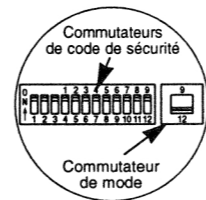

Fig. 2
- 2. Placer le commutateur de mode sur 9 ou 12, en fonction du nombre de commutateurs de code de sécurité de votre télécommande à bouton unique ou du récepteur de l'ouvre-porte (Fig. 2).**